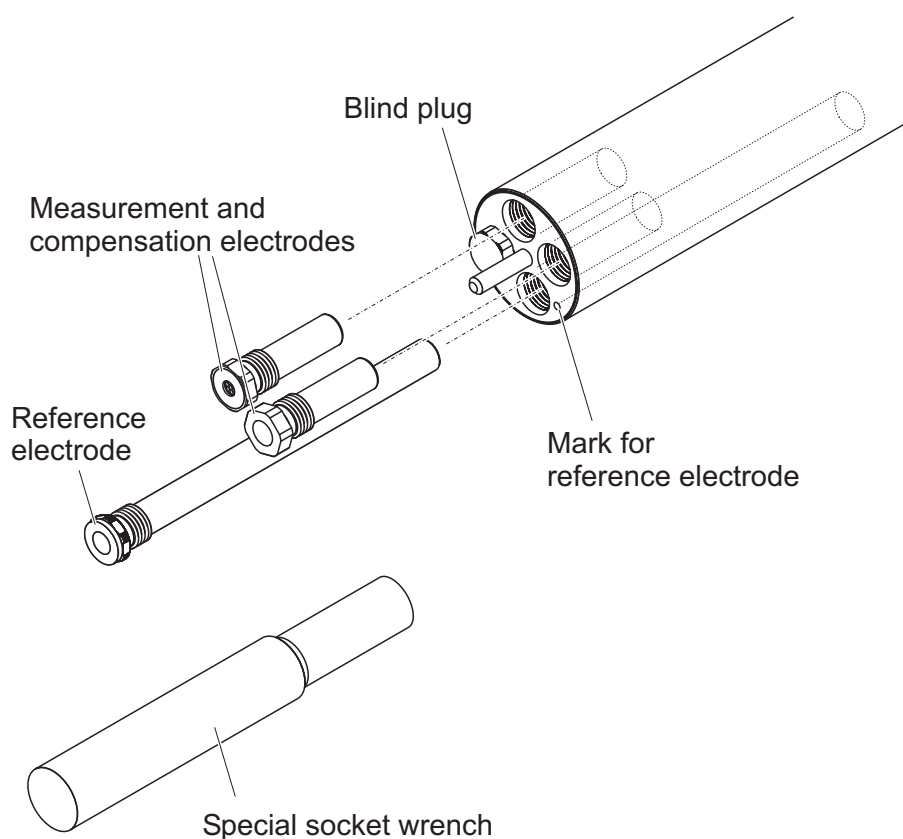

Fig. 3-3 Utstyre sensoren med elektroder.
- Kontakten for referanseelektroden er merket med en utsparring. Den strekker seg tydelig dypere inn i sensoren enn de tre andre kontaktene (se Fig. 3-3).